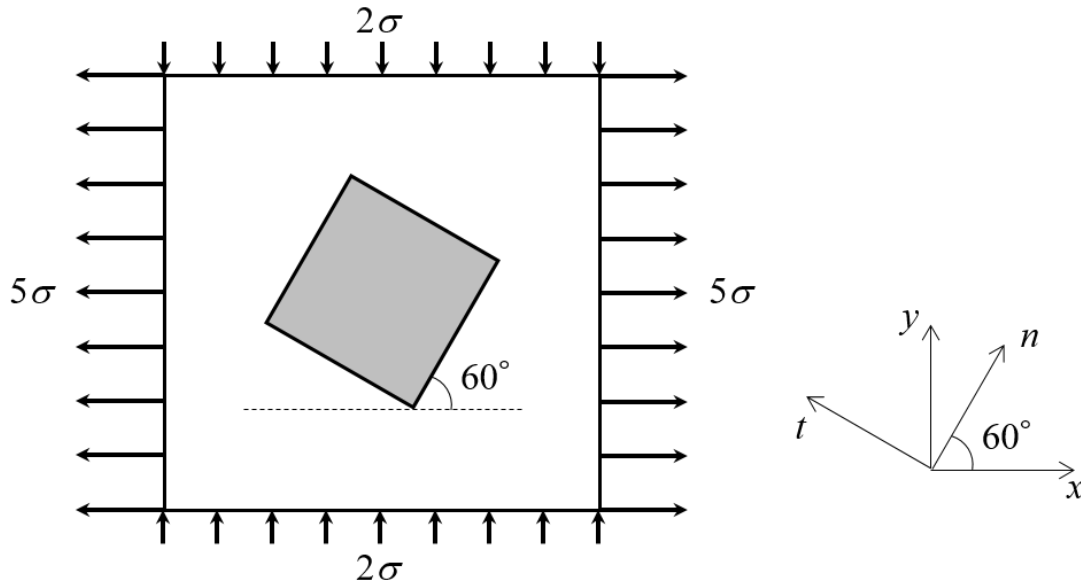

Fig. 1 平面応力状態にある弾性体.
- [1] 平面応力状態にある十分に薄い弾性体において, 図 1 のように  $x$ - $y$  座標系から反時計回りに  $60^\circ$  傾いた  $n$ - $t$  座標系に沿う正方形微小要素を考える. 薄い弾性体に対して  $x$  方向に引張応力  $5\sigma$ ,  $y$  方向に圧縮応力  $2\sigma$  が作用している. 弾性体の縦弾性係数を  $E$ , 横弾性係数を  $G$ , ポアソン比を  $\nu$  として, 以下の問いに答えよ.